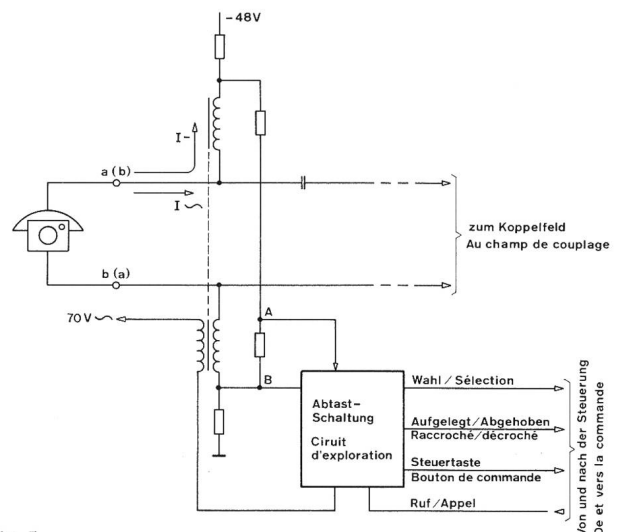

Fig. 5
Die Teilnehmerschaltung (Fig. 5) hat die vier folgenden Aufgaben zu erfüllen:
Les circuits d'abonné (TS) 1 et 2 sont identiques dans leurs fonctions. Le circuit d'abonné (fig. 5) doit remplir les quatre rôles suivants:
*Analyse de l'état du poste.* Ce circuit doit déterminer les changements survenant dans l'état de fonctionnement de l'appareil d'abonné et les annoncer à la commande (ST). On utilise pour ce faire les critères microtéléphone décroché ou raccroché (AA), sélection (W) et pression sur le bouton de commande (ST).